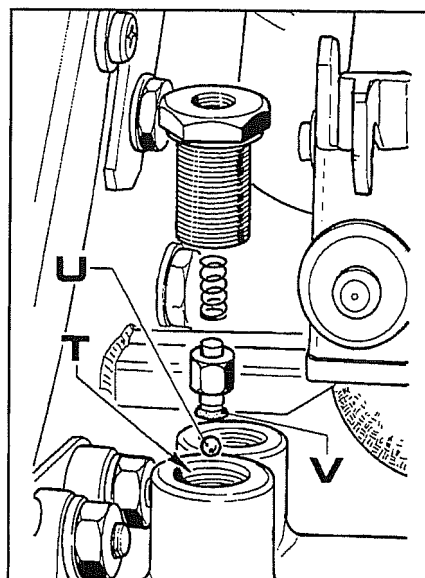
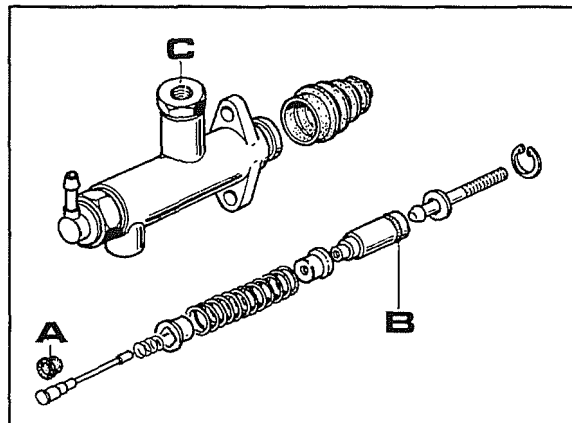

Fig. 5
Fig. 8
- 2 La fig.5 mostra i componenti di una delle due valvole. Verificare che non vi siano impurità tra sede **T**, sfera **U** e l'anello **V**. Verificare anche l'integrità dell'anello **V** e se necessario sostituirlo.
- e. La fig.8 mostra i componenti di una delle due pompe. Controllare che non vi siano impurità e verificare l'integrità dell'anello **A**, cause di trafilamenti interni al circuito.
- f. In caso di sostituzione è consigliabile montare la serie completa degli anelli, costituita dai particolari **V** fig.5 e **A-B** fig.8.
- 2 Smontare la pompa come in fig.8.